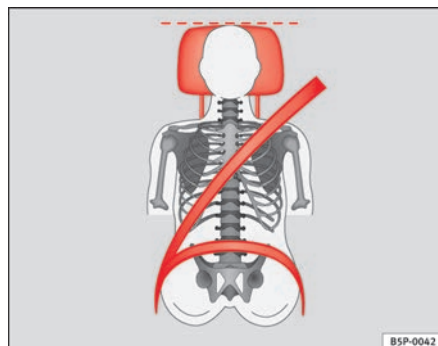
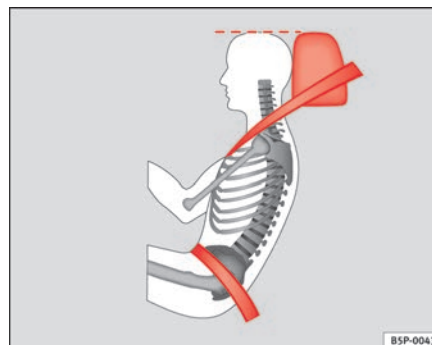

Fig. 83 Visto de frente: apoyacabezas y cinturón ajustados correctamente
Fig. 84 Visto de lado: apoyacabezas y cinturón ajustados correctamente
- Ajuste el apoyacabezas de modo que el borde superior del mismo quede a la misma altura que la parte superior de la cabeza ⇒ fig. 83 y ⇒ fig. 84.